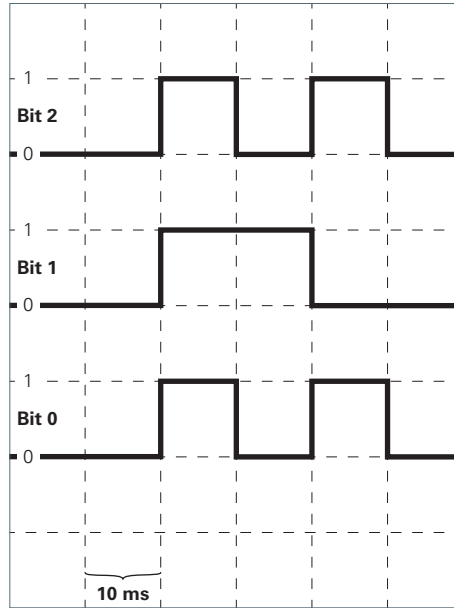

Fig. 8: Séquence de bits pour activer le mode de fonctionnement « mode combiné BLANC+RGB ».
- Pour l'activation, envoyez la séquence de bits au câble de raccordement avec les luminaires blancs et le luminaire RGB, voir Fig. 8.